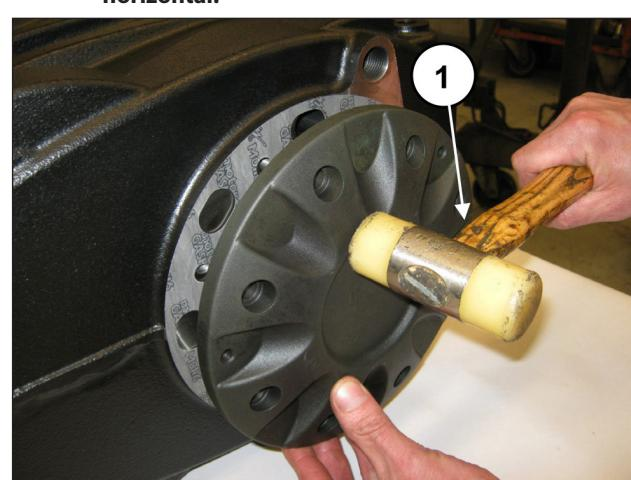

Fig. 61
Monte a tampa do mancal (e respectivo vedante), usando um martelo (pos. ①, Fig. 61)